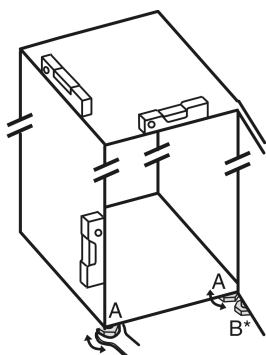

Fig. 23
- Svitare i piedini regolabili Fig. 23 (A) con la chiave a forchetta contenuta nella fornitura e con l'aiuto di una bilancia idrostatica, finché l'apparecchio non si trova in posizione stabile e piana.
- Con la chiave a forchetta in dotazione, svitare il piedino regolabile Fig. 23 (B) sul cuscinetto di supporto inferiore, fino a farlo appoggiare sul pavimento.
- Ruotare ulteriormente il piedino regolabile Fig. 23 (B) di 90°.